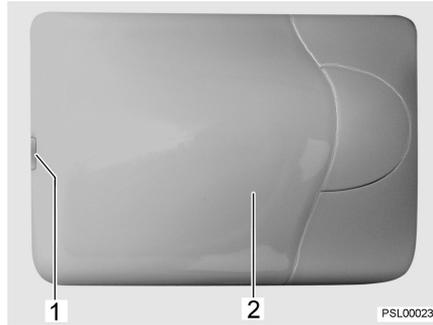

Bild 103 Raumleuchte
- Abdeckung (Bild 103,2) vorsichtig mit einem geeigneten Werkzeug (z. B. Schraubendreher) an der Einkerbung (Bild 103,1) aushebeln und abnehmen.